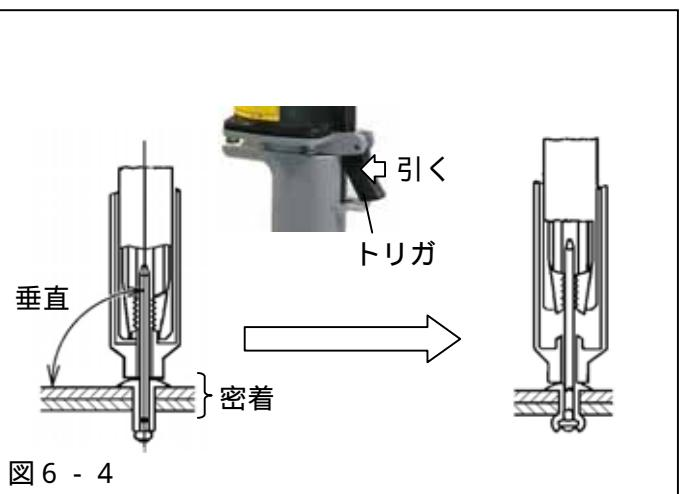

図6-4
(2) リベットツールを母材に対し垂直に押しあて、締結される母材同士、リベットのフランジ及びノーズピースの各々が密着した状態にて、トリガーを引いてください。マンドレルが破断し、リベットが締結されます。(図6-4)